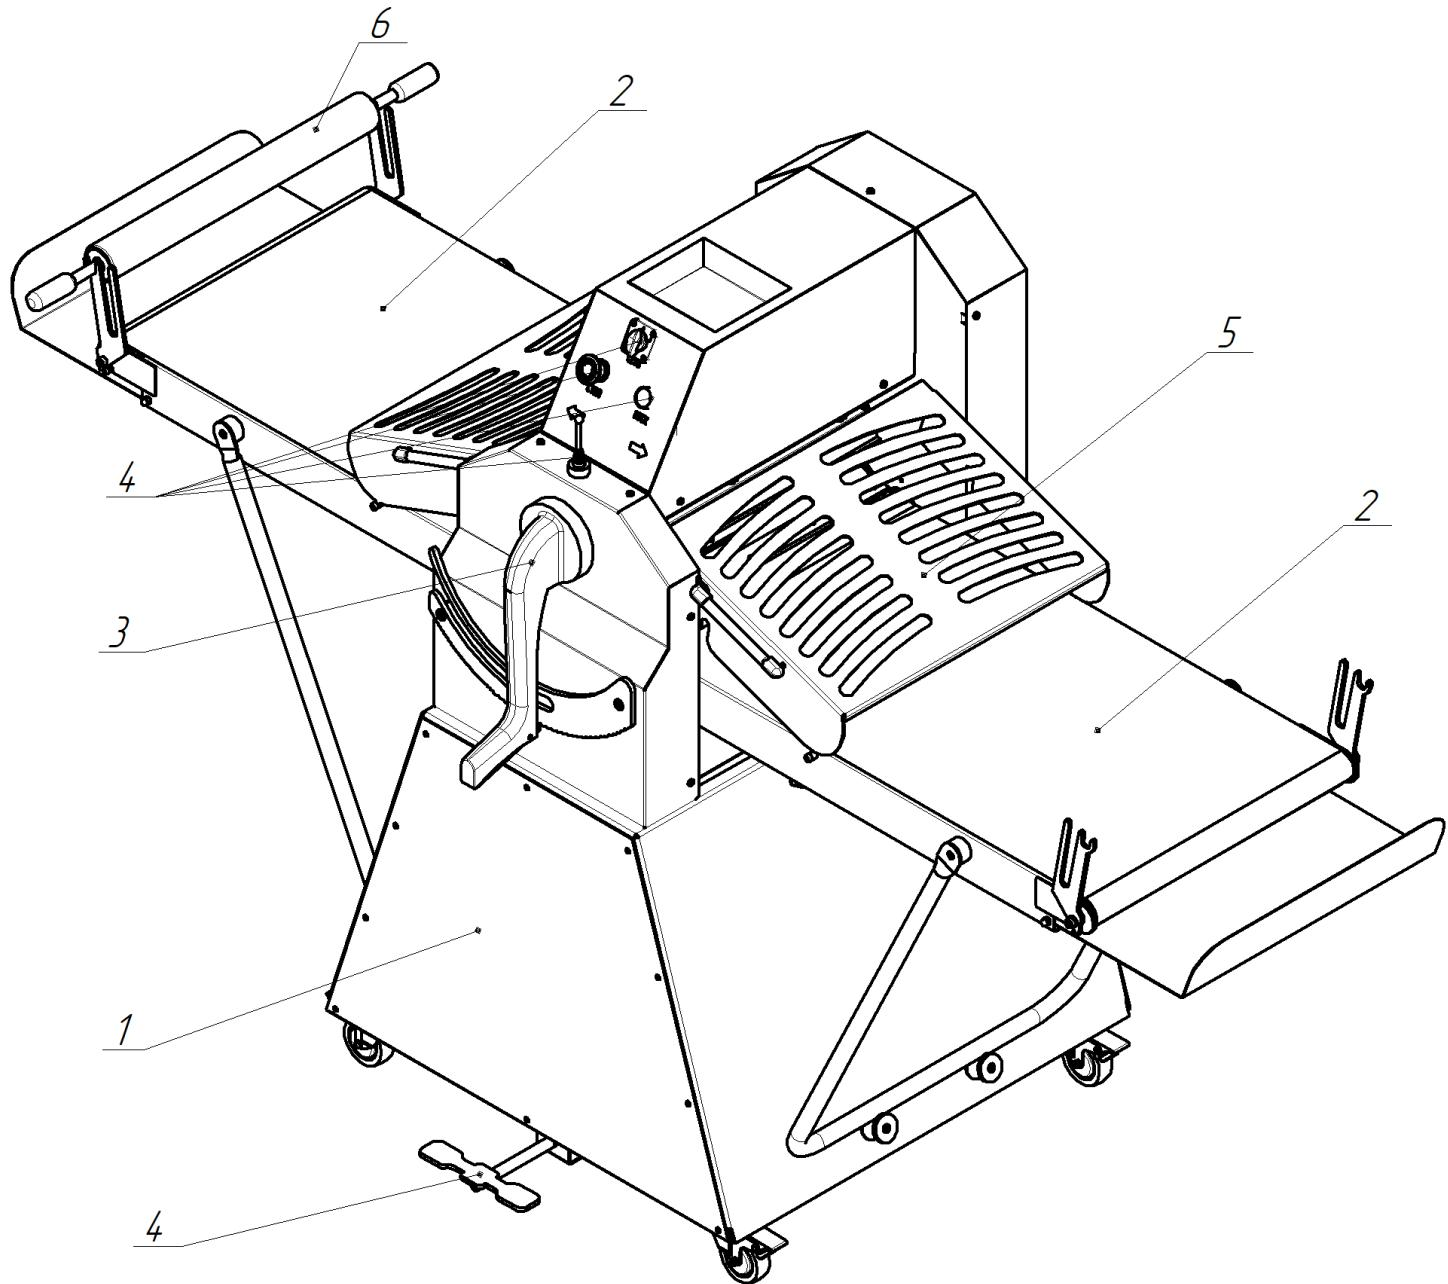

Рисунок 1.
1. Машина состоит из подставки (**рис.1 поз.1**), на котором закреплена машина, в щёках станины установлены раскатывающие валы (**рис.2**), привод валов (**рис.3**), привод транспортёров (**рис.4**), транспортёры (**рис.1 поз.2**), рукоятка регулирования зазоров между валами (**рис.1 поз.3**), кнопки, джойстик, педаль управления (**рис.1 поз.4**). На специальных кронштейнах установлена скалка (**рис.1 поз.6**). Предусмотрены скребки для очистки валов от теста (**рис.2**). Ограждение (**рис.1 поз.5**) снабжено блокировкой.
6. Джойстик и педаль (**рис.1 поз.4**) служит для переключения направления движения транспортёров.
7. Рукоятка регулирования зазоров (**рис.1.поз.3**) служит для выставления необходимого расстояния между раскатывающими валами.
8. Скалка (**рис.1 поз.6**) служит для накатывания на них тонкого теста для последующей переработки.
10. Ограждение (**рис.1 поз.5**) оснащены концевым выключателем, которая отключает машину при ее поднятии.